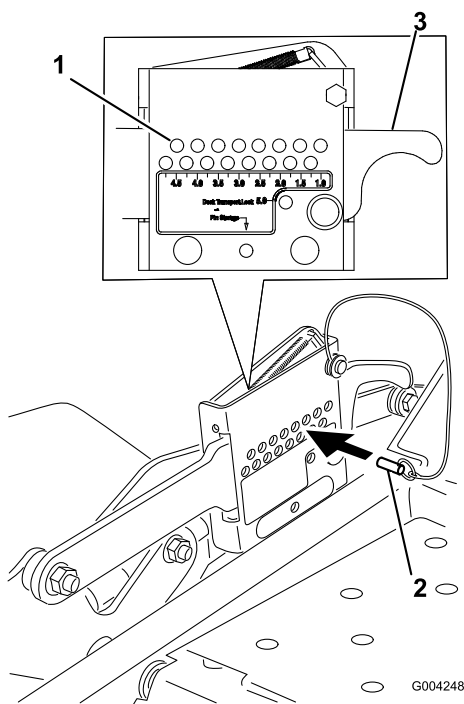

Figura 15
1. Levante la palanca de ajuste de la altura de corte a la posición de transporte (que es también la posición de altura de corte de 125 mm) (Figura 15).
2. Para ajustarla, retire el pasador del soporte de altura de corte (Figura 15).
3. Seleccione un taladro del soporte de altura de corte que corresponda a la altura de corte deseada, e inserte el pasador (Figura 15).